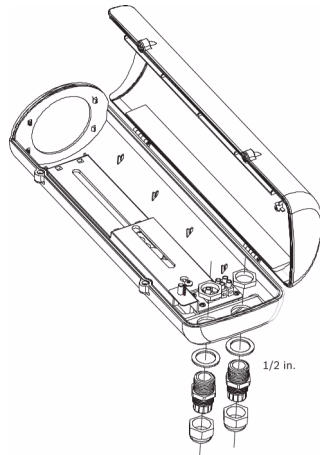

图 5.4 连接 1/2 英寸 NPT 接头
1. 确定是使用后部还是底部的开孔，然后取下两 (2) 个橡胶孔塞。
4. 将两 (2) 个 1/2 英寸 NPT 接头和橡胶垫圈（位于防护罩外侧）直接连接到后部开孔（参见第 10 页的图 5.4）。